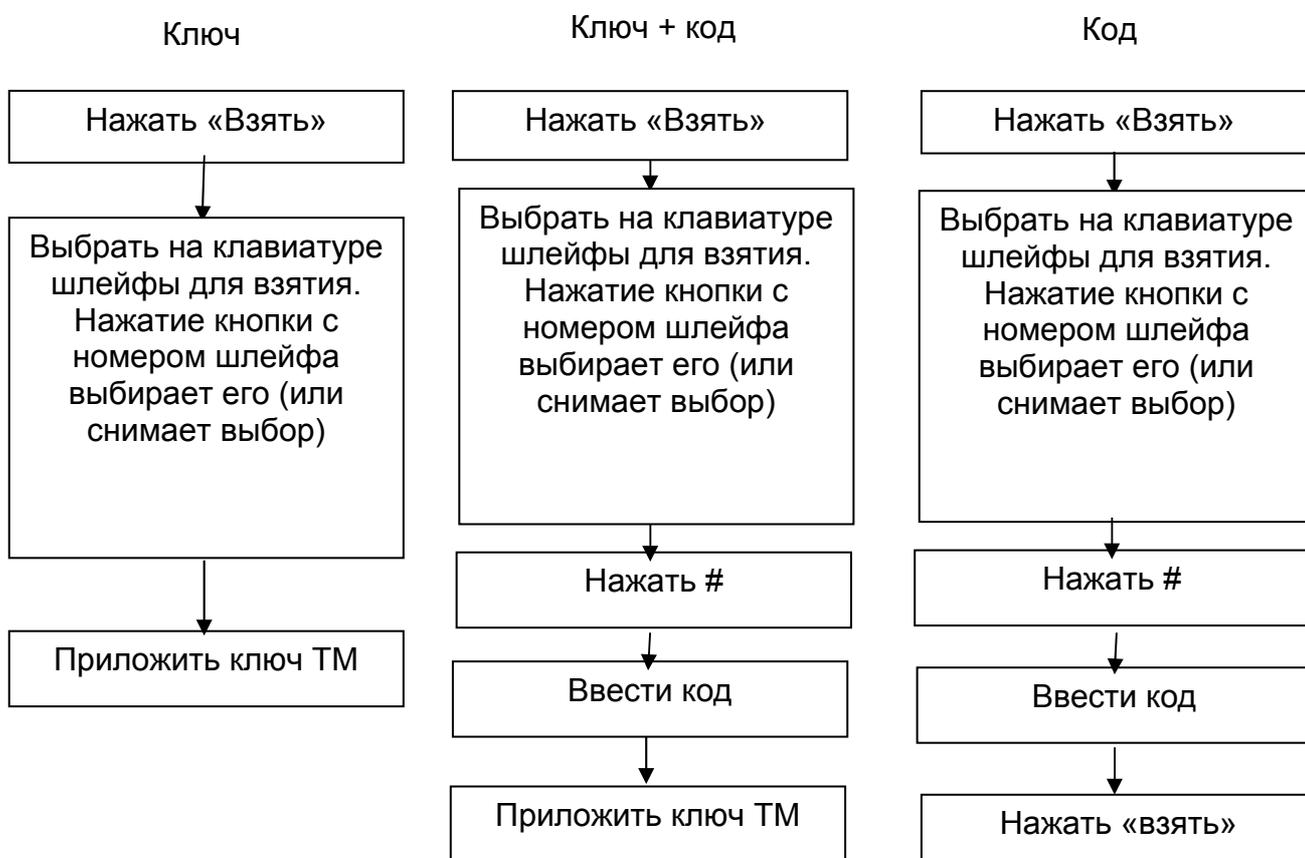

Рисунок 13. Взятие с выбором шлейфов.
- если нужно взять под охрану лишь часть шлейфов (частичное взятие), то необходимо выбрать их с помощью клавиатуры нужные шлейфы и взять (см. рисунок 13);